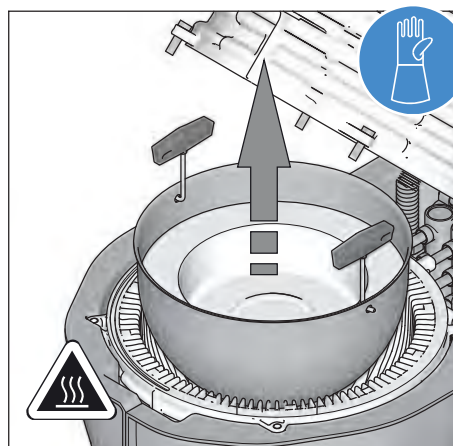

Fig. 9-13 Retirez la garniture de la chambre de combustion inférieure (A1 BO 15-e / A1 BO 20-e présentées)
- ☐ Retirez la garniture de la chambre de combustion inférieure à l'aide de la clé de la chambre de combustion (fig. 9-13).